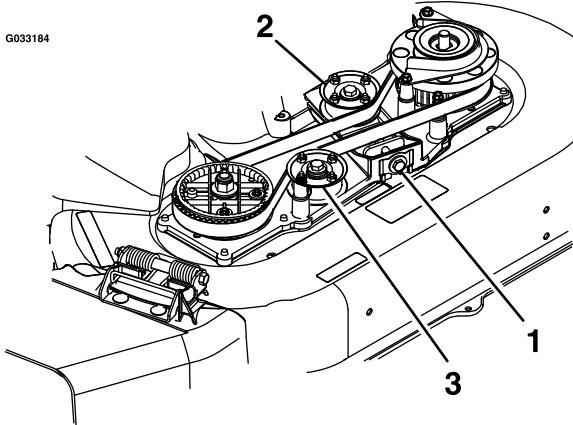

Figure 3
2. Déposez et mettez au rebut le boulon de réglage, la rondelle, le ressort plat et l'écrou qui fixent le support de la poulie de tension au tablier de coupe, comme montré à la Figure 3.